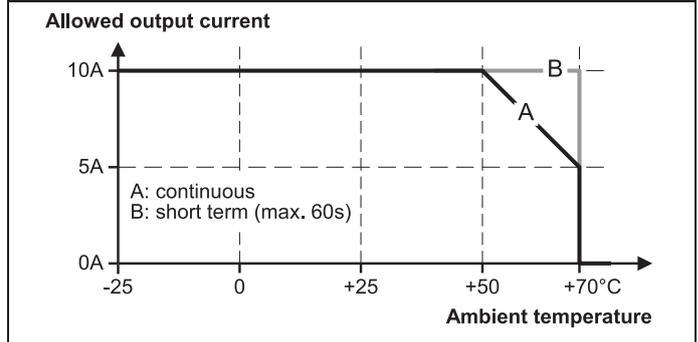

Abbildung 6
- Das Gerät ist mit einem Übertemperaturschutz ausgestattet. Bei hoher Temperatur schaltet der Ausgang ab und startet nach dem Abkühlen automatisch wieder (siehe Abbildung 6).